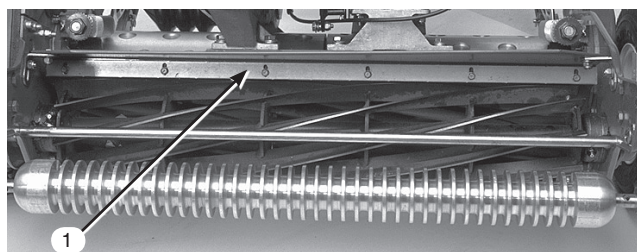

図18
1. バー(図18)をカッティングユニットに固定しているネジをゆるめる。